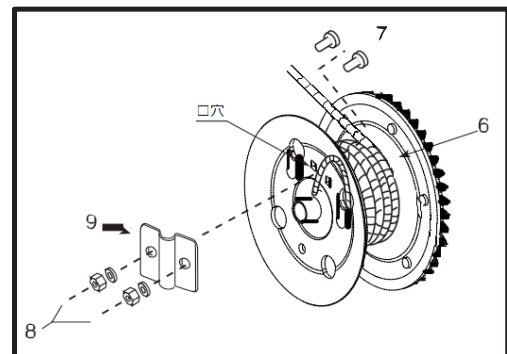

図3:ケーブル設置
- ワイヤロープをドラムの上部に送ります(図3の6)。ワイヤロープをドラムの内側から1つの丸穴へ通し、ワイヤロープの先が2つの角穴位置から3~2mmほどの位置にくるようにします。
- ケーブルを、留め具(図3の7、8、9)でドラムの外側に固定します。角ボルトの頭部がウインチドラムの内側にあることを確認してください。